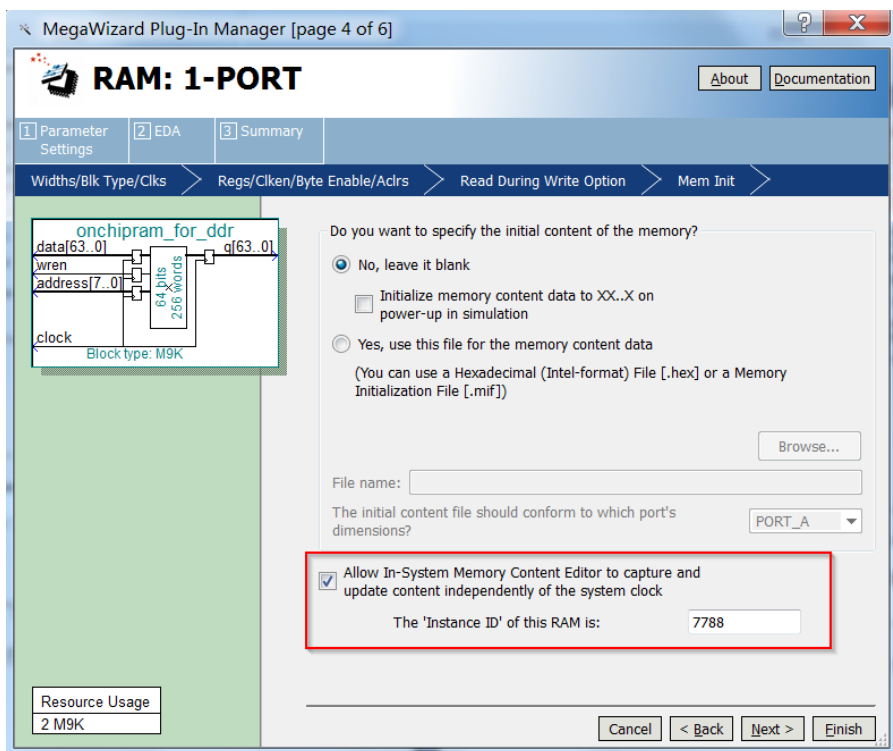

图 6 RAM 参数设置 3
⑥ 第三个配置页面 “Parameter Settings → Read During Write Option” 可以不用理会，默认设置就好。
⑦ 第四个配置页面 “Parameter Settings → Mem Init” 则需要特别设置一下，如图 6 所示。